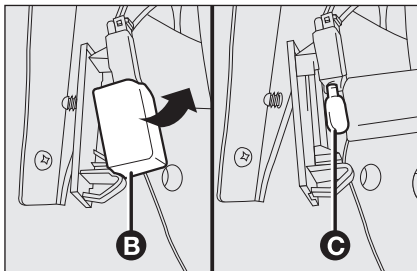

fig. 29
- abra a tampa **B**-fig. 29 e substitua a lâmpada **C**;